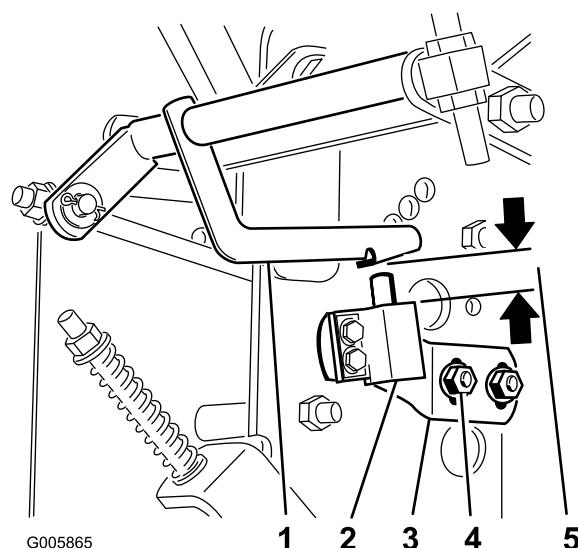

Figura 46
12. Con la palanca de control de la velocidad en la posición de punto muerto, compruebe que el interruptor de seguridad está presionado y que un espacio de 3 – 6 mm (1/8 – 1/4 pulgada) entre la barra accionadora y el interruptor de seguridad (Figura 46)..
13. Para ajustar la posición del interruptor, afloje los dos pernos del soporte que sujeta la chapa del interruptor al bastidor (Figura 46).
14. Ajuste el interruptor hacia arriba o hacia abajo hasta obtener un espacio de 3 – 6 mm (1/8 – 1/4 pulgada) (Figura 46).
15. Apriete los dos tornillos del soporte que sujeta la chapa del interruptor (Figura 46).